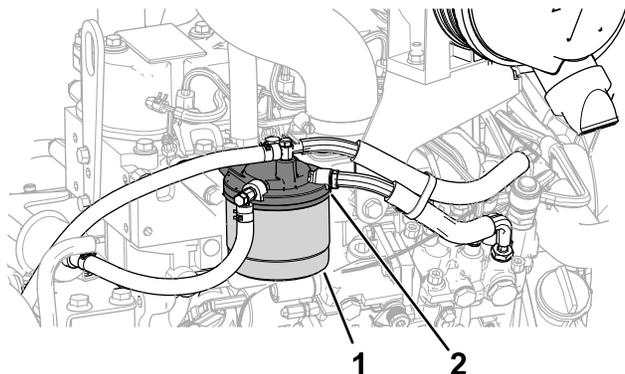

Рисунок 60
1. Очистите поверхность вокруг головки топливного фильтра (Рисунок 60).
2. Снимите фильтр и очистите монтажную поверхность головки фильтра (Рисунок 60).